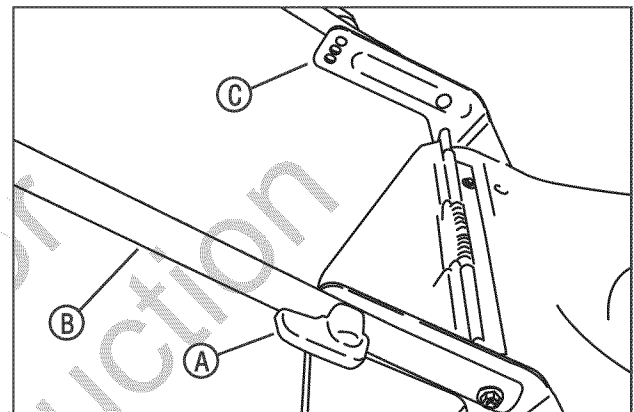

Figura 4a: ajuste de la altura de la manija (suelto rápido)
1. Gire las perillas (A, Figura 4a) de los lados de la manija inferior (B) para retraer los pasadores de sujeción. Alinee la manija inferior con el juego de agujeros correspondiente de los soportes de manija (C). Gire las perillas para liberar los pasadores de sujeción y asegurar la manija inferior.